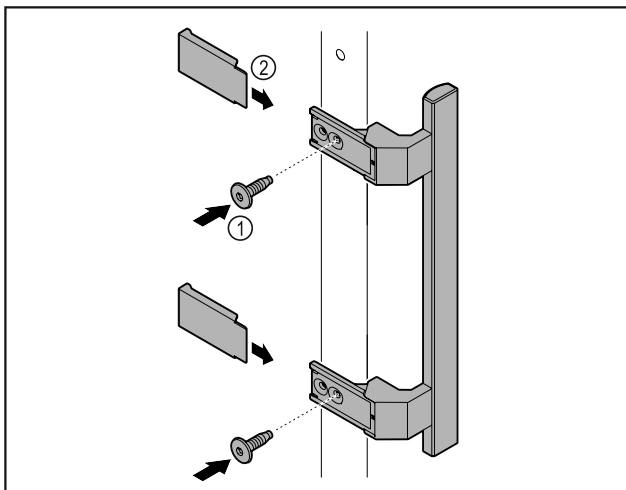

Fig. 3
- ▶ Fixer la poignée à la porte à l'aide des vis Fig. 3 (1) fournies.
- ▶ Mettre les caches Fig. 3 (2) en place.